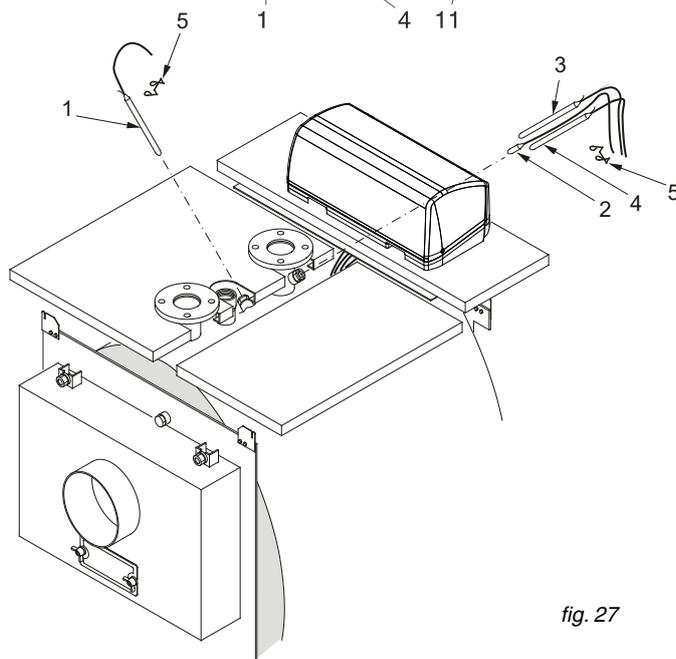

fig. 27
- E) Inserire nelle guaine i bulbi degli strumenti come indicato in fig. 27 ed eseguire il collegamento elettrico del pannello comandi alla linea di alimentazione, al bruciatore ed alle eventuali pompe, etc.